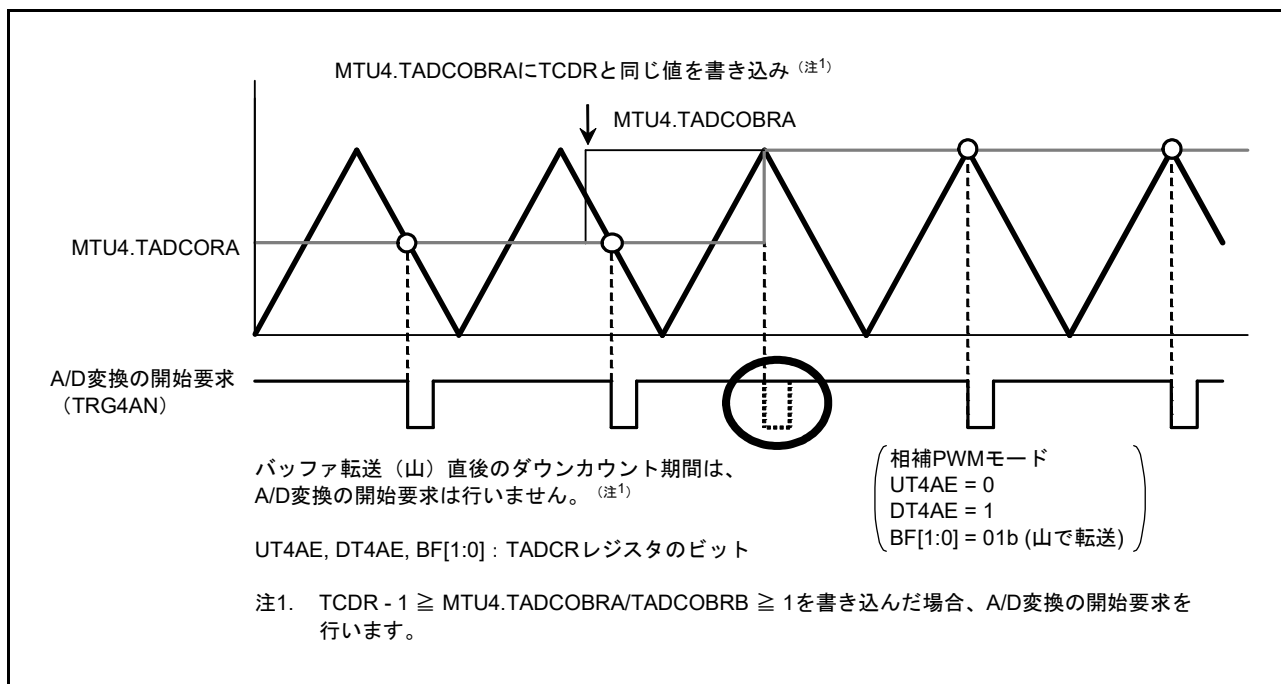

図 20.153 MTU4.TADCOBRAにTCDRと同じ値を書き込んだときのA/D変換の開始要求 (MTU4)
- MTU4.TADCOBRA、MTU4.TADCOBRB (MTU7.TADCOBRA, MTU7.TADCOBRB) レジスタに TCDR レジスタと同じ値、かつ、MTU4.TADCR (MTU7.TADCR) レジスタの DT4AE、DT4BE (DT7AE, DT7BE) ビットに“1”を設定して、MTU4.TCNT (MTU7.TCNT) カウンタの山でバッファ転送したとき、転送直後のダウンカウント期間については A/D 変換の開始要求を行いません (図 20.153)。